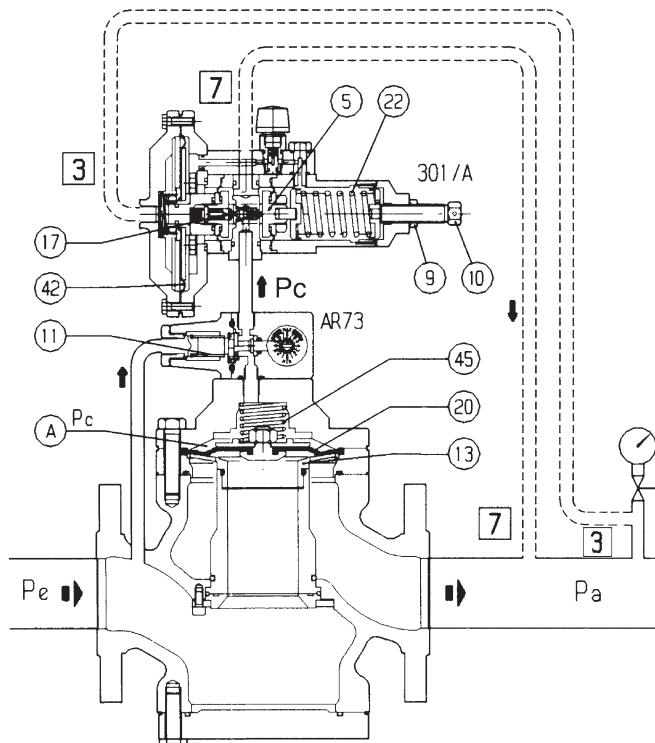
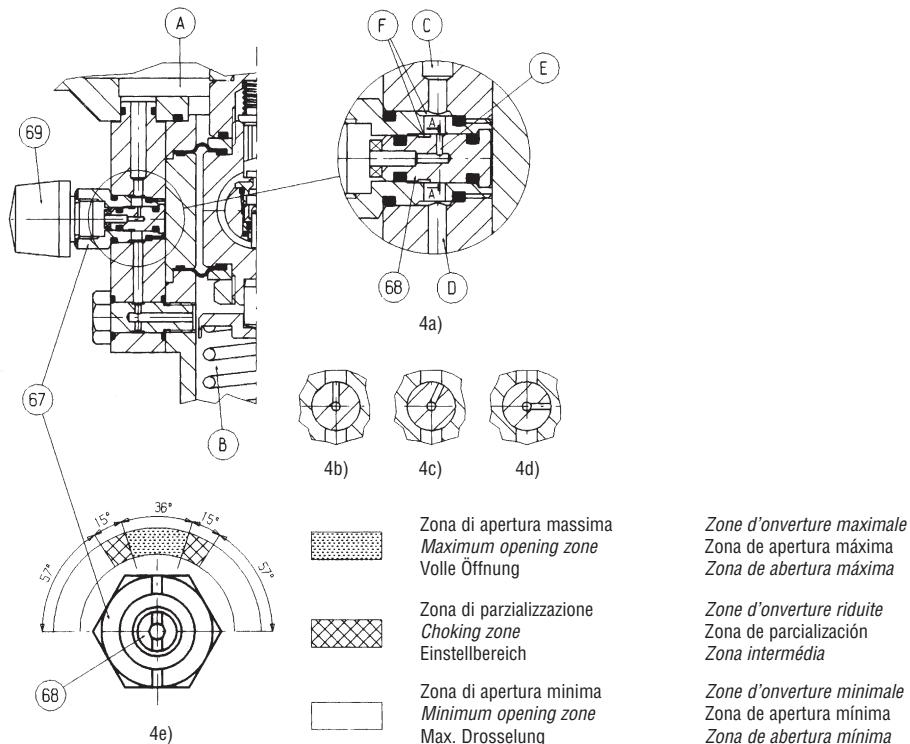

Fig. 1
Fig. 4
1.2 FUNKTIONSBEREICH (ABB. 1)
1.2 FONCTIONNEMENT (FIG. 1)
1.2 FUNCIONAMIENTO (FIG. 1)
1.2 OPERAÇÃO (FIG. 1)
Il principio di funzionamento del pilota è già stato brevemente illustrato nel par. 1.2. La modifica del valore di taratura viene effettuata ruotando la vite di regolazione 10 (fig. 1). La rotazione in senso orario provoca un aumento della pressione regolata; viceversa per la rotazione in senso antiorario. Una volta raggiunto il valore prescelto, la vite di regolazione può essere bloccata per mezzo dell'apposito dado 9. I piloti 301/A e 301/A/TR sono dotati di un dispositivo damper (fig. 4) posto sul condotto che mette in comunicazione tra loro le due camere a pressione atmosferica. Tale dispositivo ha lo scopo di "strozzare" opportunamente la ventilazione delle camere verso l'atmosfera, in modo da attenuare eventuali fenomeni di oscillazione di pressione nelle fasi transitorie di regolazione (es. variazioni della portata richiesta). Viene di seguito brevemente descritto il suo funzionamento. Le due camere A e B sono costantemente in comunicazione tra loro attraverso i fori C e D e le camere anulari F (fig. 4a). La ventilazione di queste camere verso l'atmosfera avviene attraverso il foro E praticato sull'ugello 68. Ruotando opportunamente l'ugello con un cacciavite, è possibile parzializzare l'apertura di questo foro passando da un valore massimo (fig. 4b) ad un valore minimo (fig. 4d). Il grado di parzializzazione può essere letto
The operating principle of the pilot has already been briefly illustrated in par. 1.2. Variation of the setting is obtained by turning the adjustment screw 10 (fig. 1). Clockwise rotation leads to an increase in the regulated pressure while anticlockwise rotation leads to a decrease. When the desired setting has been reached, the adjustment screw can be blocked by means of the provided nut 9. The 301/A and 301/A/TR pilots are provided with a damper device (fig. 4) on the line which puts the two chambers at atmospheric pressure into communication.
Das Funktionsprinzip des Pilotreglers haben wir bereits im Abschnitt 1.2 kurz erläutert. Die Änderung des Einstellwertes erfolgt durch Drehen der Einstellschraube 10 (Abb. 1). Das Drehen im Uhrzeigersinn hat einen Anstieg des Regelrucks zur Folge; Drehen gegen den Uhrzeigersinn reduziert den Regeldruck. Sobald der gewünschte Druck erreicht ist, kann die Einstellschraube durch ihre Feststellmutter 9 blockiert werden. Die Pilotregler 301/A und 301/A/TR sind mit einer Drossel (Abb. 4) in der Atmungsbohrung versehen, die die jeweilige atmosphärische Seite der Membranen miteinander verbindet.
Le principe de fonctionnement du pilote a déjà été brièvement illustré dans la partie 1.2. Pour modifier la valeur d'étalonnage, il faut faire tourner la vis de réglage 10 (Fig. 1). La rotation dans le sens horaire entraîne une augmentation de la pression régulée. Vice versa pour la rotation dans le sens anti-horaire. Lorsque la valeur prédefinie a été atteinte, la vis de réglage peut être bloquée avec l'écrou 9 réservé à cet effet. Les pilotes 301/A et 301/A/TR sont équipés d'un dispositif "étouffeur" (damper) (Fig. 4) situé sur le tuyau qui met en communication les deux chambres à pression atmosphériques entre elles. Un tel dispositif a pour but d'étrangler de façon appropriée la ventilation des chambres vers l'atmosphère afin d'atténuer les éventuels phénomènes d'oscillation de pression durant les phases transitoires de régulation (par exemple, variation du débit demandé).
El principio de funcionamiento del piloto ha sido ya descrito brevemente en párrafo 1.2. La modificación del valor de tarado se realiza girando el tornillo de regulación 10 (fig. 1). El giro en sentido de las agujas del reloj proporciona un aumento de la presión regulada; viceversa, el giro en sentido contrario, una disminución. Una vez conseguido el valor escogido, el tornillo de regulación puede ser bloqueado por medio de la tuerca 9.
Los pilotos 301/A y 301/A/TR están dotados de un dispositivo damper (fig. 4) situado en el conducto que comunica entre si las dos cámaras de presión atmosférica. Este dispositivo tiene la misión de "estrangular" oportunamente la ventilación de las cámaras de venteo para atenuar eventuales fenómenos de oscilación de la presión en las fases transitorias de regulación (por ejemplo, variaciones de demanda de caudal). A continuación se describe brevemente su funcionamiento. Las dos cámaras A y B están constantemente en comunicación entre ellas a través de los agujeros C y D y las cámaras anulares F (fig. 4a). La ventilación de estas cámaras hacia la atmósfera se realiza a través del agujero E de la boquilla 68. Girando oportunamente la boquilla con un destornillador, se puede reducir la apertura de este agujero y pasar de un valor máximo (fig. 4b) a un valor mínimo (fig. 4d). El grado de apertura viene indicado por las ranuras practicadas sobre el racor 67 y la boquilla 68 (fig. 4e). Cuando las ranuras están alineadas entre si o comprendidas en la zona de apertura máxima indicada en la figura, la luz de paso del agujero E es total (fig. 4b). En la zona indicada como "di parzializzazione" (de reducción) la apertura empieza a ser reducida gradualmente (fig. 4c), y alcanza finalmente el valor mínimo en correspondencia con la zona de apertura mínima (fig. 4d). En esta última situación la sección de paso viene dada exclusivamente por el juego reducidísimo existente en el racor 67 y la boquilla 68. El piloto normalmente viene suministrado con el damper tarado en la zona de parcialización (reducción).
O princípio de operação do piloto já foi descrita no ponto 1.2. Variações do setting podem ser feitas actuando no parafuso 10 (fig. 1).
Os pilotos 301/A e 301/A/TR estão equipados com um sistema de amortecimento (fig. 4), na linha o qual põe as duas câmaras em contacto com a pressão atmosférica. Este sistema permite escoar a pressão para a atmosfera, evitando oscilações na pressão de saída, devido a rápidas variações no pedido de caudal (funcionamento on - off).